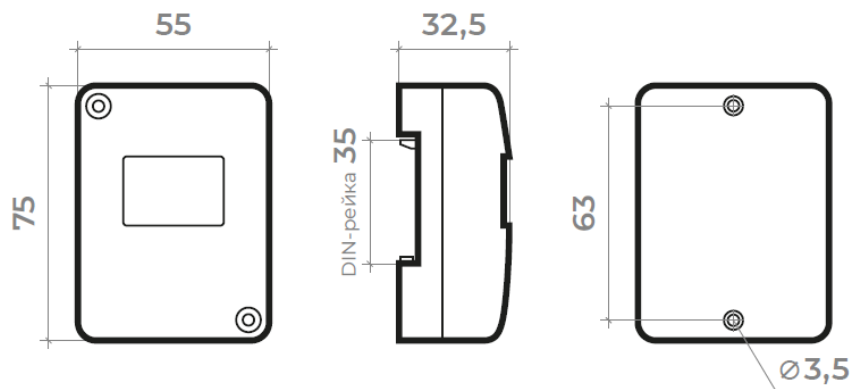
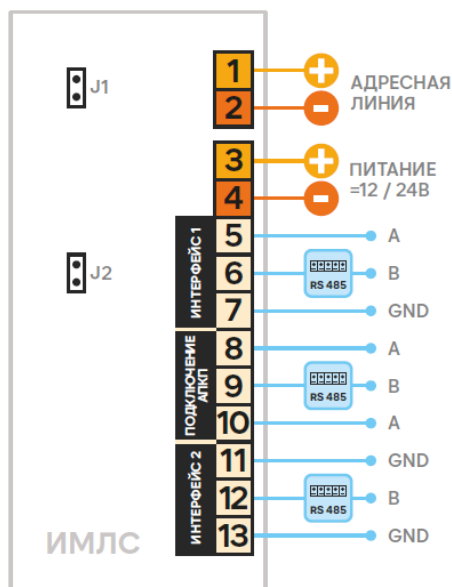
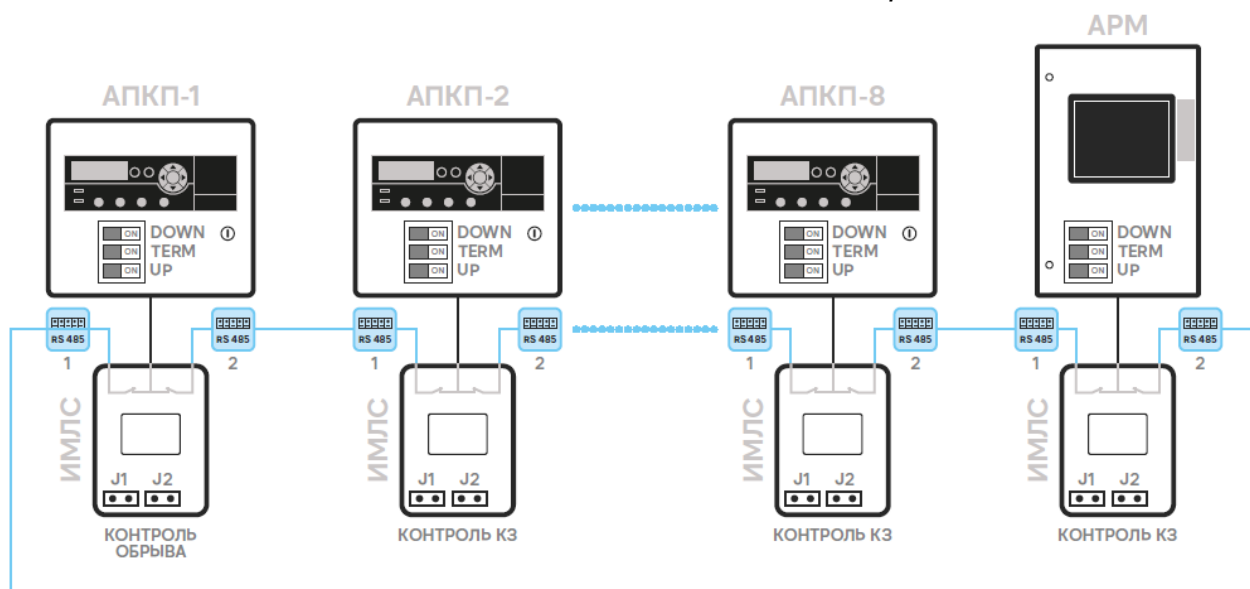

Рис.1. Габаритные и установочные размеры изоляторов.
Рис.2. Назначение клемм изолятора.
Рис.3. Схема подключения изолятора в интерфейсную линию.
1.4. Установка режимов работы изолятора производится с помощью 2-х джамперов (рис.2):
2.1.2. Габаритные и установочные размеры изоляторов показаны на рис.1, назначение клемм на рис.2, схемы подключения – на рис.3.
Изолятор имеет Т-образную схему подключения, в АПКП предусмотрен отдельный разъем RS485. Рекомендуется устанавливать изолятор внутри корпуса АПКП. АРМ или компьютер подключают так же, как АПКП, к одному из изоляторов (рис.3).
2.2. На платах всех АПКП переключатели коммутаторов разъема RS485, подключённого к кольцевой линии связи, установить в положение "off" (рис.3). Исключением является коммута-тор АПКП, связанного с КУПОЛ-ИМЛС, который установлен для работы в режиме "Контроль обрыва". Переключатели этого коммутатора следует установить в положение "on".